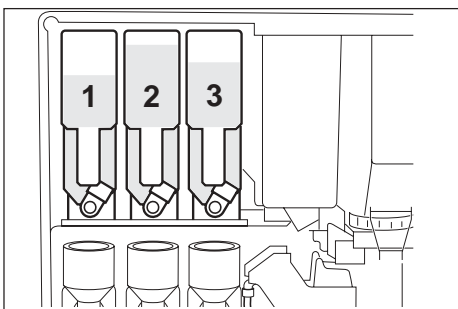

Fig. 13
- Llenar el depósito de agua del mueble (excepto en las versiones con conexión directa a la red de agua), el contenedor para café en grano (1) y los contenedores de los productos solubles (2); es necesario no superar los 2/3 de su capacidad máxima y colocarlos en la posición correcta (Pos. 1 Té u otras bebidas, Pos. 2 Chocolate, Pos. 3 Leche) (Fig. 13).